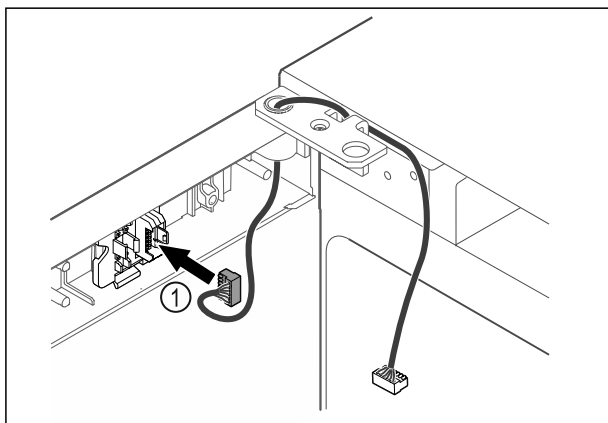

Fig. 49
- ▶ Wtyczkę Fig. 49 (1) należy włożyć w uchwyt wtyczki.